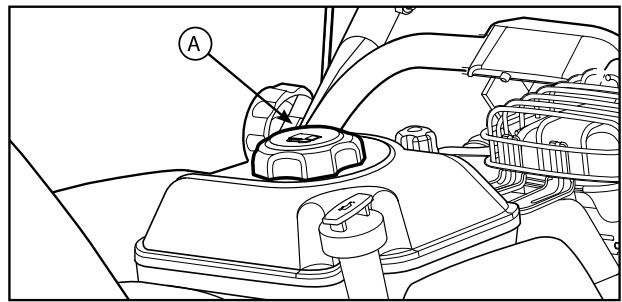

Рис. 4
1. Очистите область вокруг крышки топливного бака от грязи и мусора. Снимите крышку (А, рис. 4).